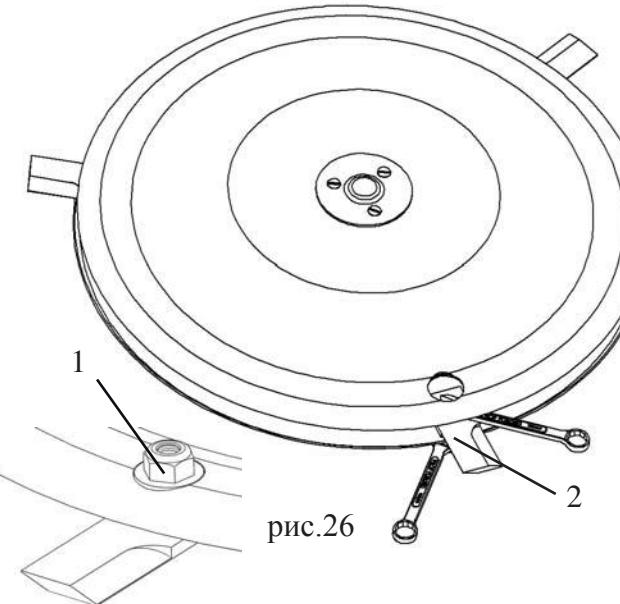

рис.26
- отвернуть гайку M10 (1), совместить отверстие и извлечь болт из втулки верхнего диска через отверстие в нижнем диске и вытащить нож (2) (рис.26).